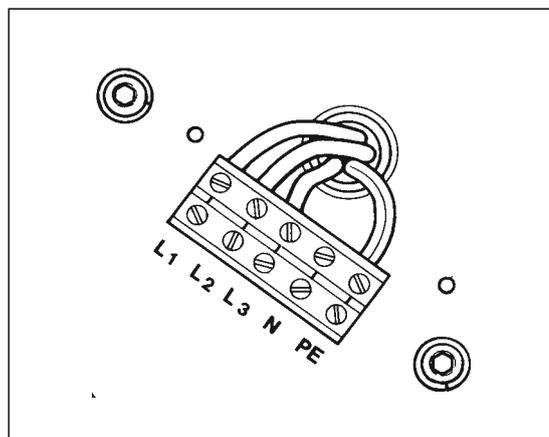

Fig.4
- Introduisez le câble dans le presse-étoupe (1) et raccordez les 3 phases aux bornes marquées L1, L2, L3.
- Dans le cas où le câble est pourvu d'un conducteur neutre (bleu), celui-ci est raccordé à la borne N (fig.4).